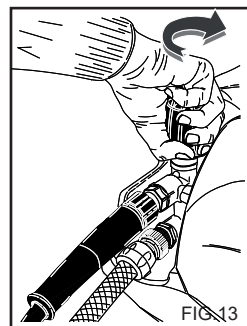

FIG.13
## BRUK AV REGULERBART HODE(Fig.13)(Ekstraustyr)
Dette kapitlet gjelder kun de modellene som er utstyrt med utstyr for "trykkregulering". Trykkregulatoren, fig. 13, gjør at brukeren kan regulere arbeidstrykket. Når knapp C visis moturs (B) (minimum), reduseres driftstrykket.